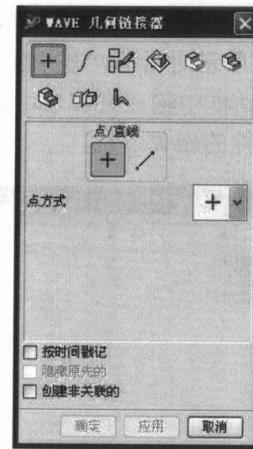

图 1-14 WAVE 几何链接器对话框
(3) 系统提供了两种建立模型的方法：第一种是直接建立几何对象，如果不要求组件之间在新组件中用 UG 建模方法建立和编辑几何对象，而且不要求组件之间的尺寸关联；第二种是建立关联几何对象，选择【装配】→【WAVE 几何链接器】选项或者单击图标 ，系统弹出如图 1-14 所示的对话框。利用图示选项，可以引用其他部件的几何对象到当前的工作部件中，再用这些几何对象生成几何体，详细讲述参见 1.3.4 节。